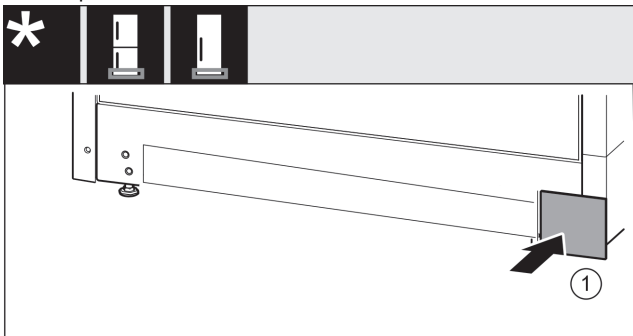

Fig. 37
- ▶ Sett på dekselet på den andre siden igjen. Fig. 37 (1)